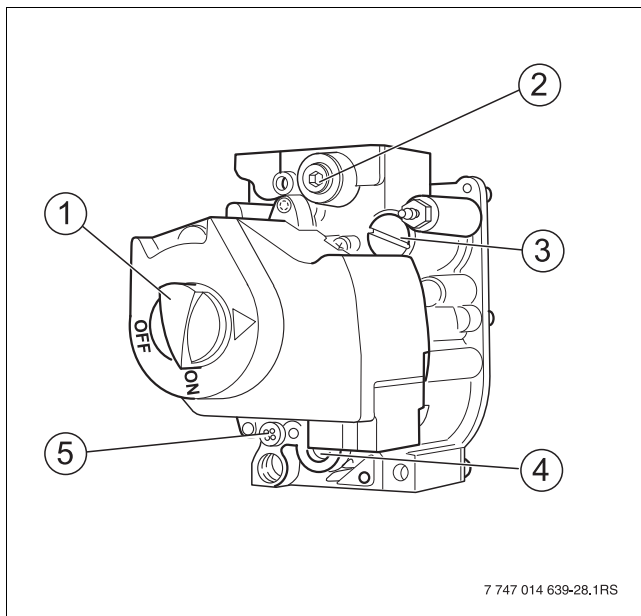

Fig. 11 Bloc gaz
- ▶ Ne jamais actionner le bouton de mise en marche avec force (→ fig. 11, [1], page 11).
- ▶ Retirer la vis de protection pour le réglage de la pression aux injecteurs (→ fig. 11, [3], page 11) sur le bloc gaz.
- ▶ Revisser la vis de protection pour le réglage de la pression aux injecteurs (→ fig. 11, [3], page 11) dans le bloc gaz.
La vis de réglage est située derrière la vis de protection pour le réglage de la pression aux injecteurs d'allumage (fig. 11, [5], page 11).
- ▶ Retirer la vis de protection pour le réglage de la pression aux injecteurs d'allumage (fig. 11, [5], page 11).
- ▶ Une fois le réglage effectué, resserrer la vis de protection (fig. 11, [5], page 11).
- ▶ Tourner le bouton de mise en marche du bloc gaz (fig. 11, [1], page 11) dans le sens des aiguilles d'une montre sur position « OFF ».